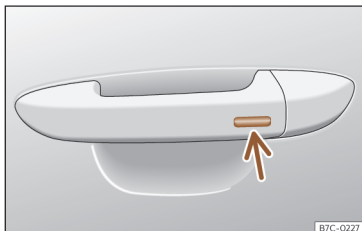

Fig. 86 Manecilla de la puerta: superficie sensora.
- Mantenga un dedo durante algunos segundos sobre la superficie sensora de bloqueo >>> **fig. 86** (flecha) de la manecilla de la puerta para que se cierre el techo. Si deja de tocar la superficie sensora se interrumpe la función de cierre.